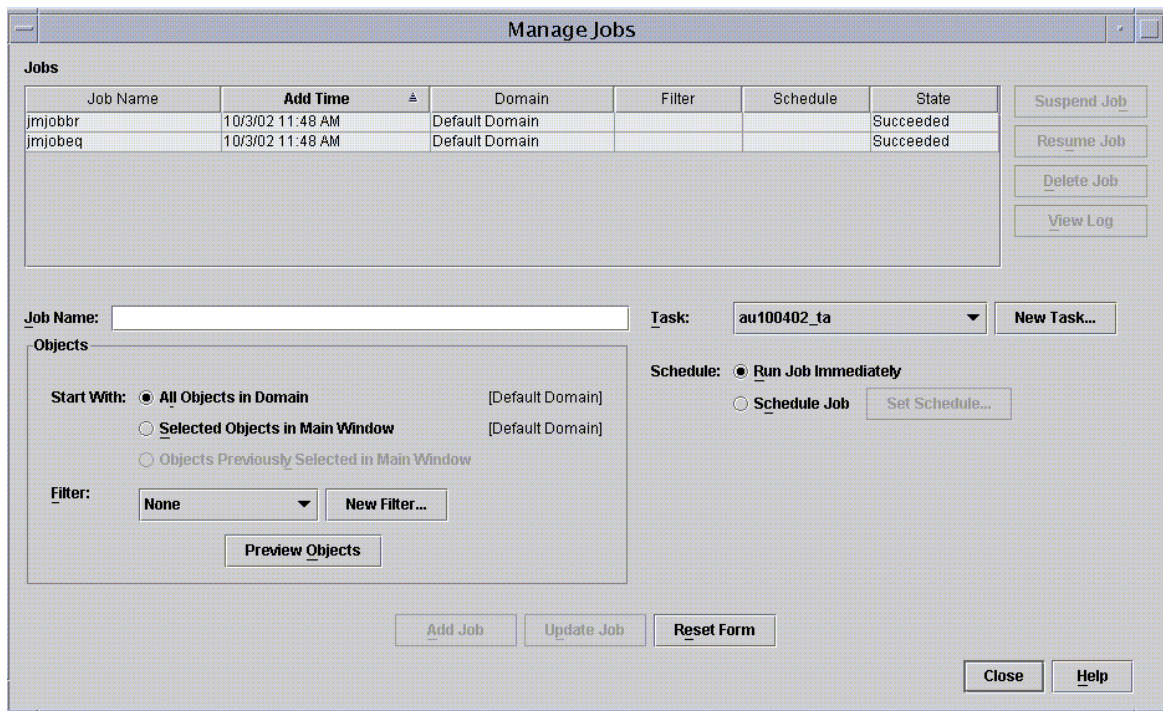

图 2-2 “Manage Jobs（管理作业）” 面板
系统将显示“Manage Jobs（管理作业）”面板（图 2-2），在这里您可以分发该映像文件。
5. 在 “Manage Jobs (管理作业)” 面板中 (图 2-2), 执行以下步骤: